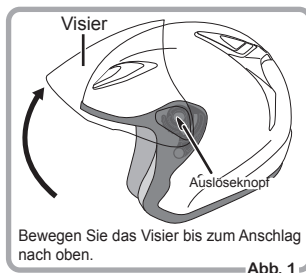

Abb. 1
- ① Bewegen Sie das Visier nach oben (Abb. 1). (Bewegen Sie es bis zum Anschlag nach oben).